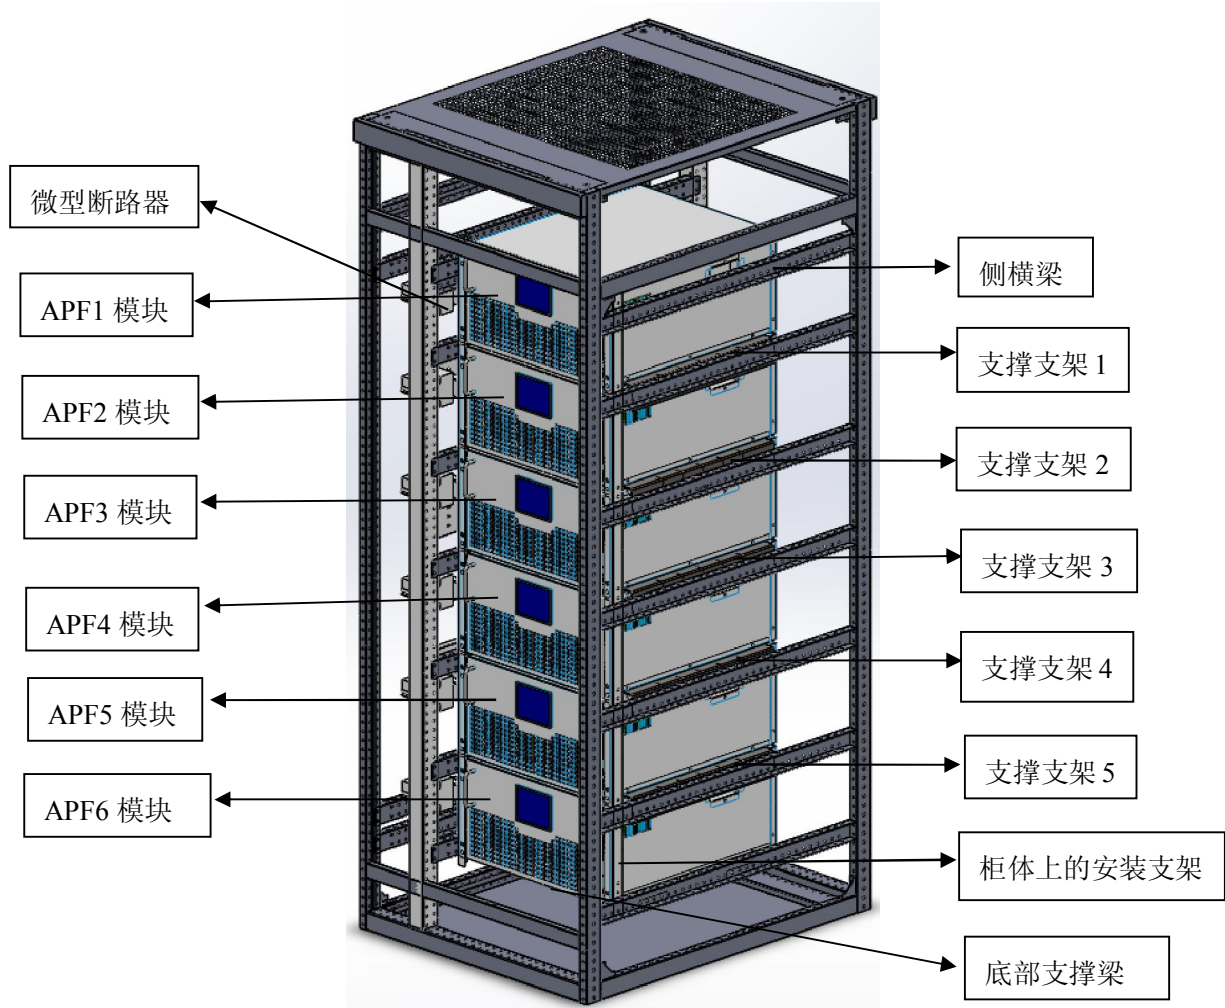

图 2-12 整机安装示意图
(2) 并机模块并机安装步骤说明
- a) 成套柜体内部模块支撑支架由上往下左右两边支撑支架序号分别是 1、2、3、4、5，支架置于柜体内侧横梁上，每个支架有对应序号数量的小孔，仅仅作为支架区别用，不做安装使用。柜内 4 个模块及以下数量的模块固定位置从安装支架 3 开始安装，即 APF1 模块置于支架 3 上，APF2 模块置于支架 4 上，若 4 个模块时，依次类推，APF4 模块置于柜内底部支撑支架上；若 5 个模块时，APF1 模块置于支撑支架 2 上；若六个模块时置于支撑支架 1 上，如下图 2-12 所示。